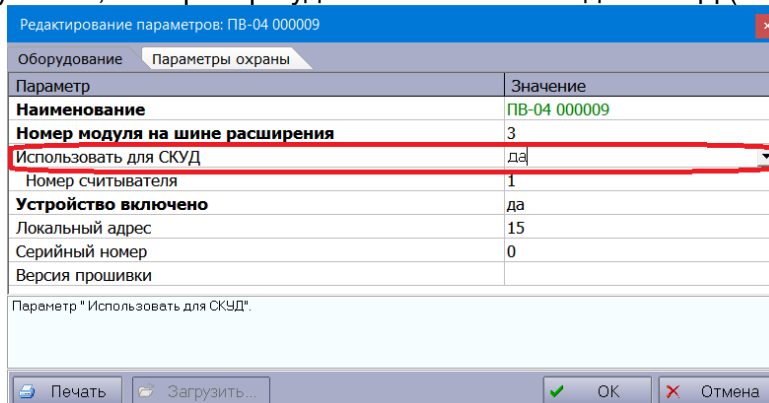

Рисунок 74 – Использование для СКУД
4.1 В АРМ «Конфигуратор» к прибору КОП, работающему в режиме СКУД, добавить считыватель ПВ ППКОП-04 и указать, что прибор будет использоваться для СКУД (см. рисунок 74).